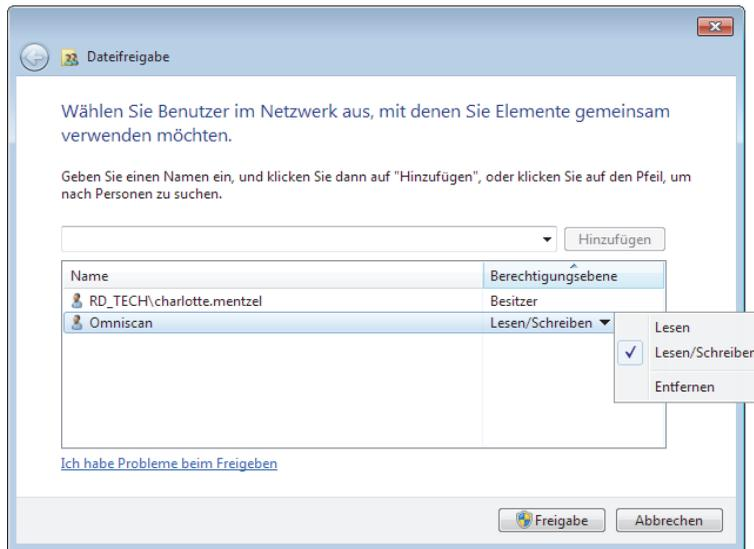

Abbildung 7-29 Einstellen der Berechtigungsebene im Dialogfeld Dateifreigabe (Windows 7)
6. Wählen Sie in der Spalte **Berechtigungsebene** die Option **Lesen/Schreiben** für **Omniscan** aus (siehe Abbildung 7-29 auf Seite 243).